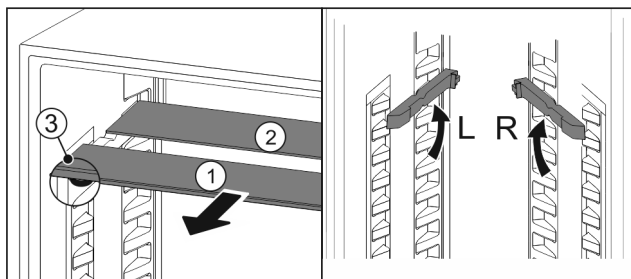

Fig. 145
- Посуньте Fig. 145 (1) скляну панель вперед.
- Скляна панель Fig. 145 (1) з декоративною планкою лежить спереду.
- Стопори Fig. 145 (3) показують вниз.